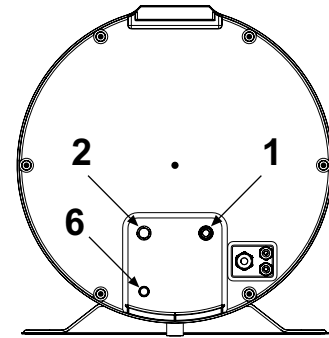

fig. 48
- Conectar la línea de alimentación de agua fría y la línea de salida a los puntos de conexión (fig. 48).